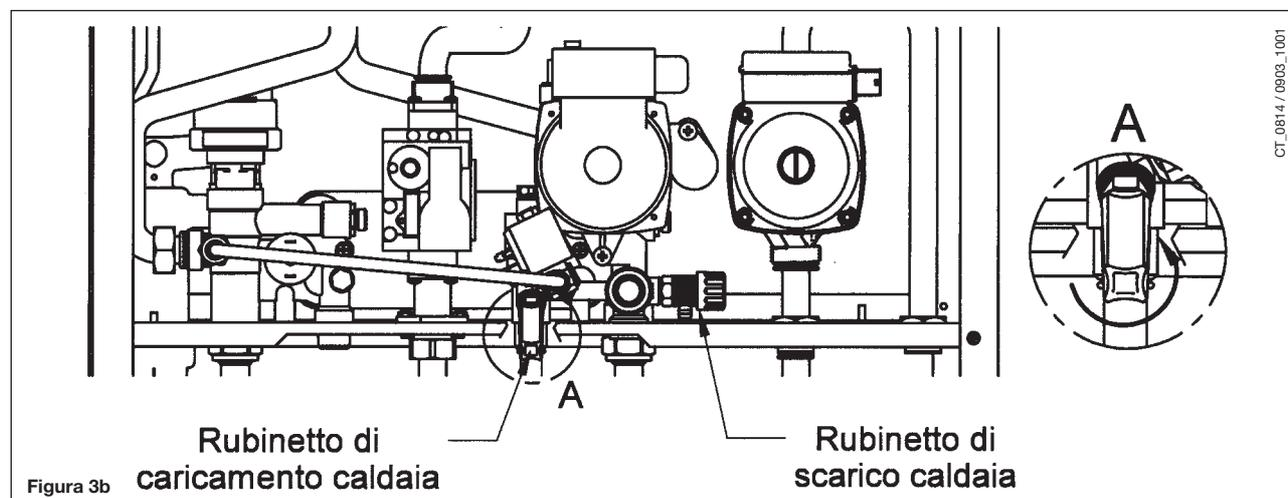

Figura 3b
**IMPORTANTE:** Il rubinetto di caricamento presente in caldaia (figura 3b) deve rimanere sempre aperto per permettere il caricamento automatico dell'impianto. Lo stesso può essere chiuso in caso si renda necessario escludere il sistema di riempimento automatico permettendo così alla caldaia di funzionare ugualmente.